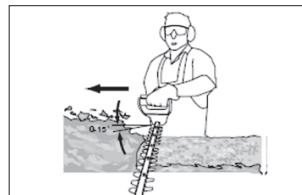

Fig. 2
5. După tăierea părților se trece la partea superioară. Încercați să mențineți dispozitivul de tăiere înclinat la aproximativ 15° față de suprafața de tăiere (Fig. 2).